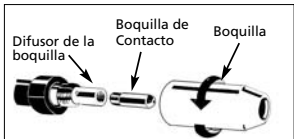

Figura 3 - Boquilla del Soplete
9. Deslice cuidadosamente la punta de contacto sobre el cable, y enrosque la punta en el extremo del soplete. Instale la boquilla girando en el sentido de las agujas del reloj mientras la empuja hacia el soplete (Ver Figura 3). Corte el cable aproximadamente 1/4 de pulgada del extremo de la boquilla.
7. Retire la boquilla girando en contrario el sentido de las agujas del reloj. Luego desenrosque la punta de contacto del extremo del soplete soldador (Ver Figura 3). Enchufe la soldadora en un receptáculo de suministro de energía correcto.